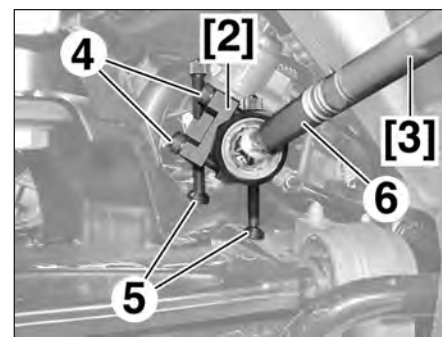

FIG.13
- Serrer les 4 vis (4) de l'outil [2] (Fig.13).
- Mettre les 2 appuis articulés (5) au contact du berceau avant.
- Déposer la biellette de direction (6) à l'aide de l'outil [3].